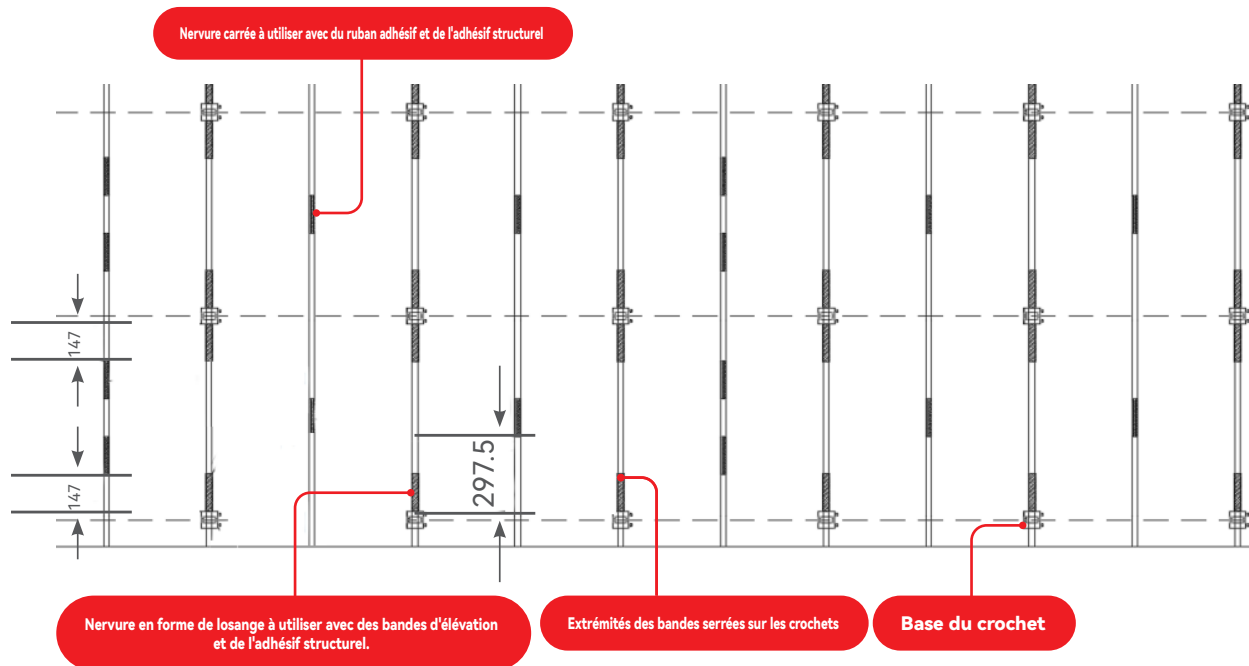

FIGURE 8
- ⑤ En procédant à l'installation dans l'ordre indiqué ci-dessus, l'effet global de l'installation est le suivant (figure 8)